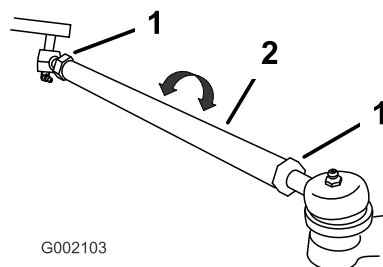

Figura 12
2. Se la misura non rientra nel range previsto (vedere le dimensioni e i parametri riportati all'inizio di questa operazione), allentate i controdadi da ambo i lati dei tiranti (Figura 12).